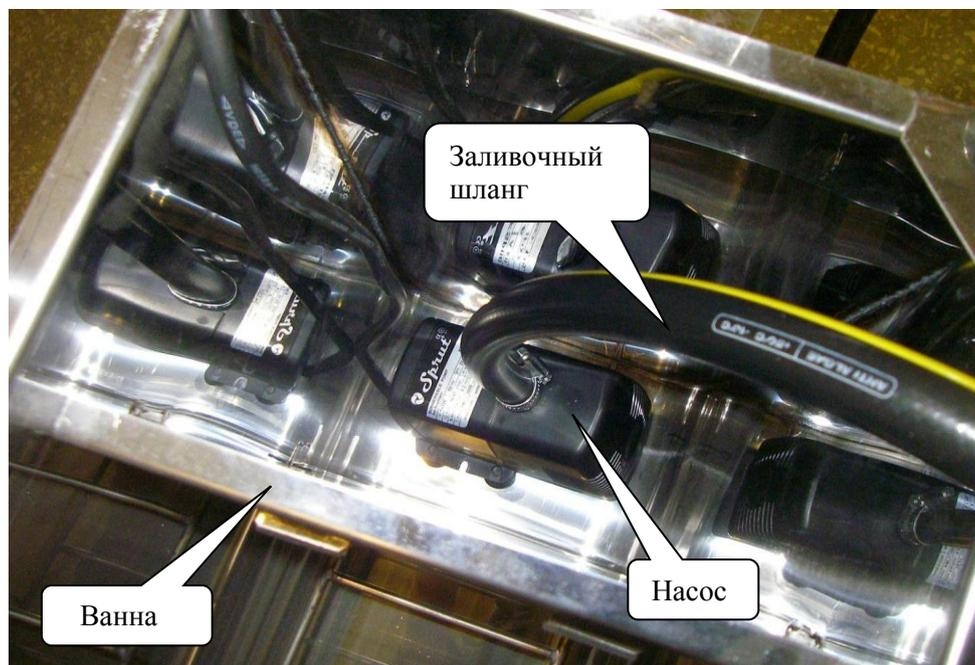

Рис. 7.2.Размещение насоса внутри ванны.
7.3.3 Насос установить в ванну и подключить к нему шланг с заливочным пистолетом. Провод насоса со штепсельной вилкой включить в розетку «НАСОС», расположенную на подставке. (рис.7.2 , 7.3)